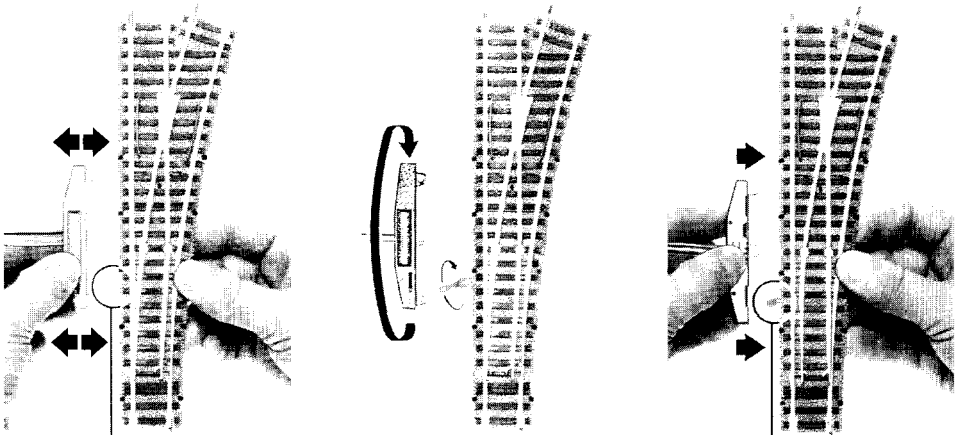

Fig. 16
The motor can be mounted below the surface by simply turning it upside down. Pull out the point lever, turn it 180° over, and replace it (fig. 16).
**D'AIGUILLAGES POUR MONTAGE EN SURFACE OU ENCASTRE.** Le moteur d'aignillage peut être incorporé dans la table. Il suffit de le retourner, de retirer le petit levier de l'aignillage, de le tourner de 180° et de le remettre en place (fig. 16).
De aandrijving kan men ondervoelen in de modelbaan bouwen. Hiertoe dient men de aandrijving om de draaien, de schakelpaas uit de wissel te trekken en 180° gedraaid weer te monteren (fig. 16).